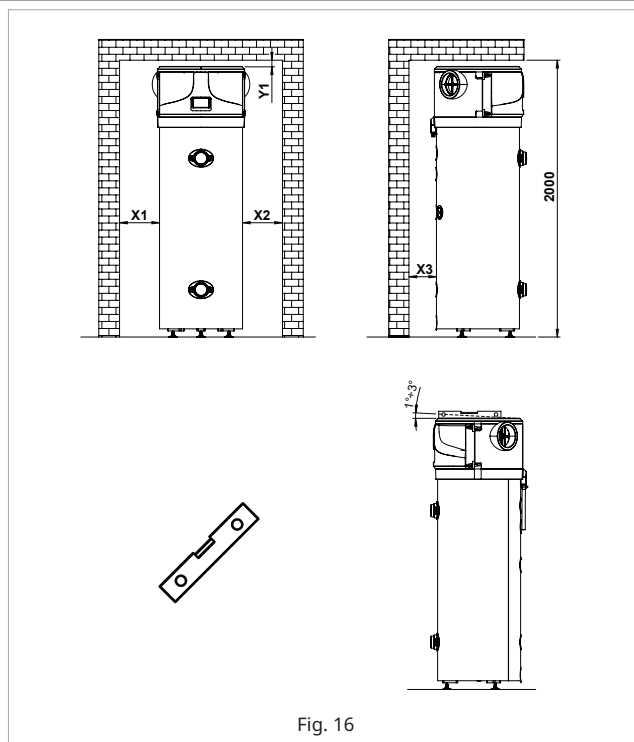

Fig. 16
- Să permită instalarea verticală a dispozitivului sau cu o mică înclinare înapoi de  $1-3^{\circ}$ , a se vedea Fig. 16